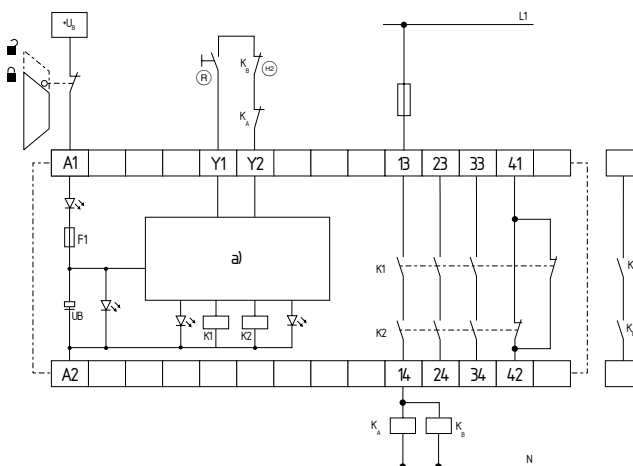

Abb. 2
**Einkanaleige Ansteuerung, dargestellt am Beispiel einer Schutztürüberwachung mit einem zwangsöffnenden Kontakt und externem Reset-Taster (siehe Abb. 2)**